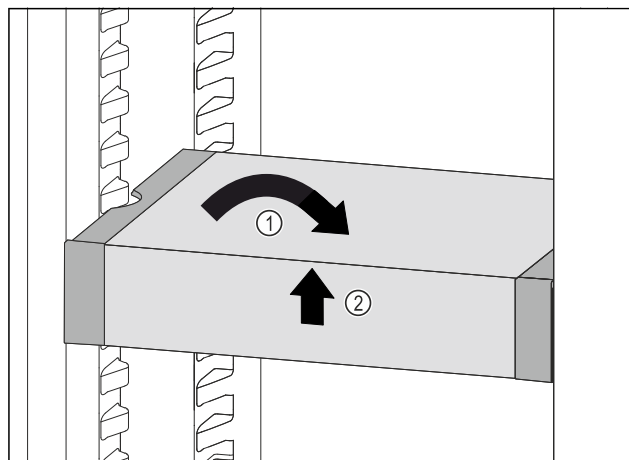

Fig. 88
- VarioSafe ustawić prosto. Fig. 88 (1)
- VarioSafe unieść z przodu. Fig. 88 (2)